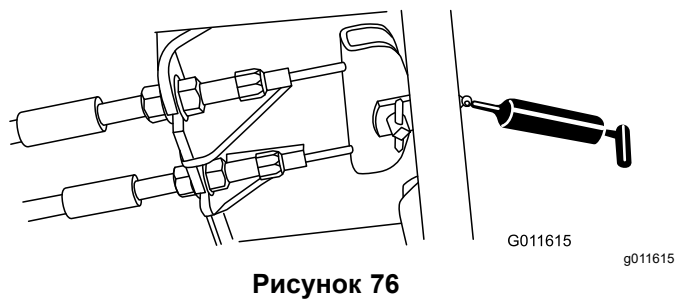

Рисунок 76
- Педаль тормоза (1 шт.) (Рисунок 76)